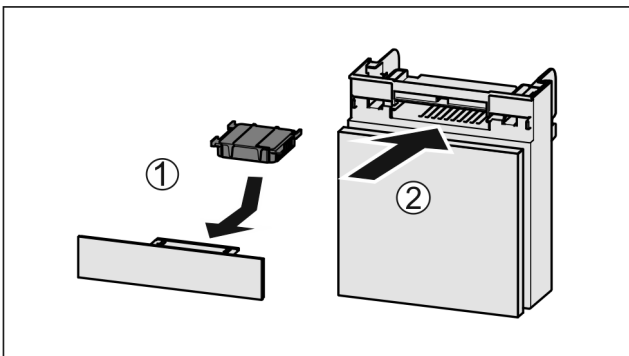

Fig. 133
- ▶ Aktivkohlefilter nach Abbildung einsetzen Fig. 133 (1).
- ▶ Fach einschieben Fig. 133 (2).